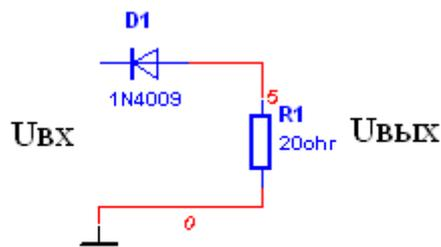

Рис.2
2. Для схемы Рис.2 построить зависимость  $U_{\text{вых}} = f(U_{\text{вх}})$  при изменении входного напряжения в диапазоне от -5 до 5В.
6. Для схемы Рис.2 построить в масштабе осциллограмму выходного напряжения при действии на входе синусоидального напряжения с амплитудой 5В и с частотой 50 Гц.